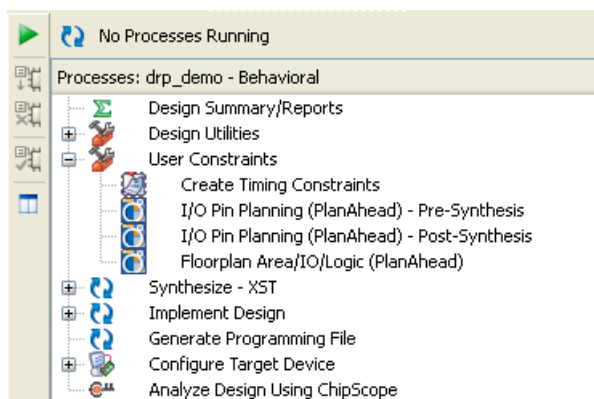

図 15-1 : Project Navigator の [Processes] ウィンドウ
- [Processes] ウィンドウで [User Constraints] を展開し [IO Pin Planning (PlanAhead) - Pre-Synthesis] をダブルクリック (445 ページの図 15-1)